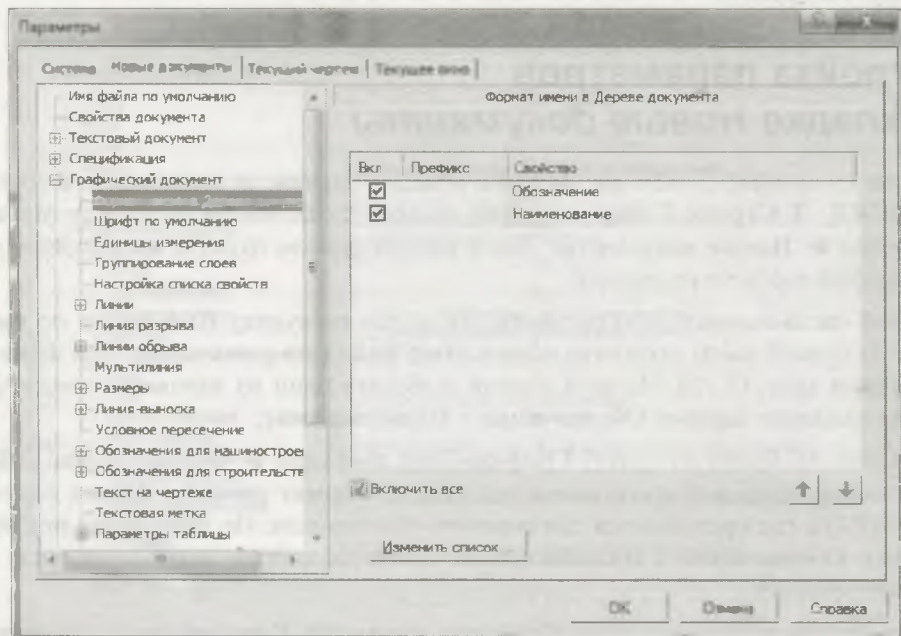

Рис. 17.13. Диалоговое окно Параметры с открытой вкладкой Формат имени в Дереве документа
- ◆ щелкните ЛК мыши по пункту **Графический документ** ► **Формат имени в Дереве документа**. В правой части появилась панель **Формат имени в Дереве документа** (рис. 17.13), где предлагается два варианта обозначения. По умолчанию поставлены флажки **Обозначение** и **Наименование**. Имеются кнопки для перемещения выделенного свойства;